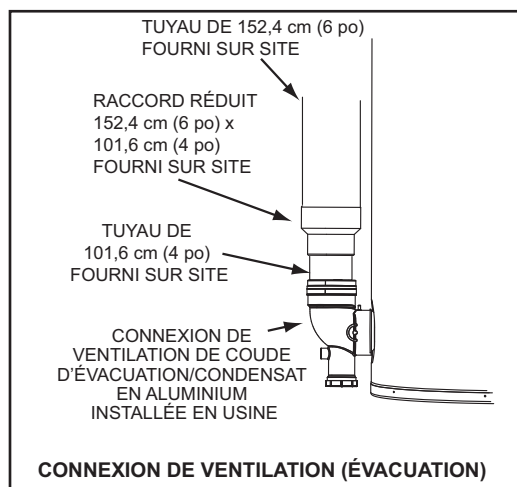

Figure 15
11. Pour installer un tuyau de 6 po, effectuer une transition au tuyau de 4 po comme l'indique la Figure 15. Le tuyau de 4 po installé sur site entre le coude d'évacuation et le raccord de réduction 6 po x 4 po doit être de 45 cm (18 po) maximum en longueur.
12. Pour installer un tuyau de ventilation de 6 po, effectuer une transition au tuyau de 4 po au niveau du coude d'évacuation sur le chauffe-eau comme l'indique la Figure 15. Le tuyau de 4 po installé sur site entre le coude d'évacuation et le raccord de réduction 6 po x 4 po doit être de 45 cm (18 po) maximum en longueur.